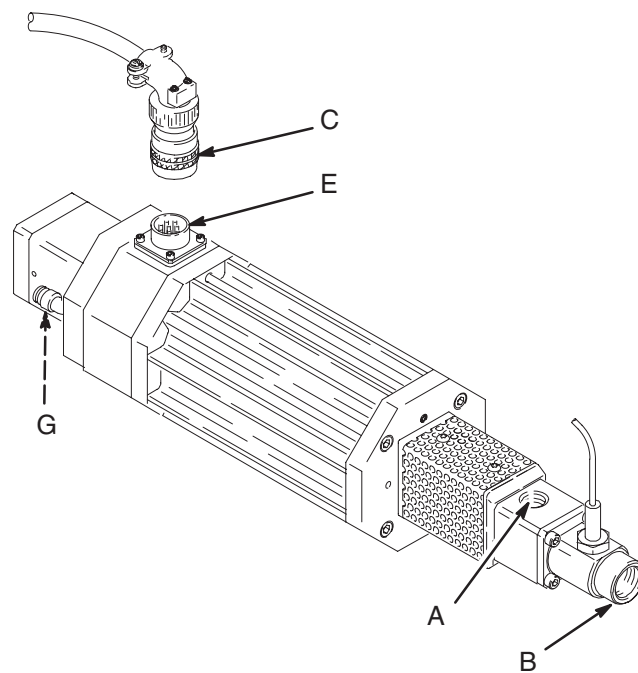

Fig. 2
2. Conecte la línea de suministro de fluido a la entrada de fluido de 1/4–14 npt (A). Vea la Fig. 2.
3. Conecte una línea de fluido entre la salida de fluido de 1/4–14 npt (B) y el dispositivo dispensador.
4. Enchufe el cable eléctrico (C) al conector de la válvula dosificadora (E).
5. Conecte una línea neumática de 6,35 mm D.E. entre la entrada de aire del dispositivo de cierre (G) y la válvula neumática que acciona el dispositivo de cierre.
2. Desenchufe el cable eléctrico (C) del conector de la válvula dosificadora (E). Vea la Fig. 2, en la página 4.